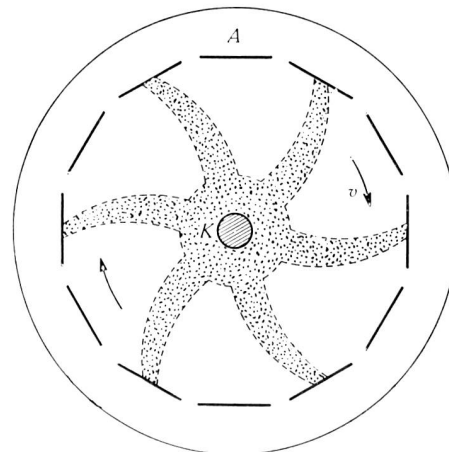

Fig. 4 Schematische Darstellung des Umlaufs der Elektronenwolke als «Elektronenrad» im Magnetron. Das Rad dreht sich mit der Geschwindigkeit v .
zylindrischen Anode (A) und einer konzentrisch angeordneten Kathode (K) (Fig. 2). Zusätzlich zu dem in der Röhre entstehenden elektrischen Feld (E) wird durch einen Permanentmagneten (N-S) ein homogenes magnetisches Feld (B) erzeugt, dessen Kraftlinien parallel zur Achse des Anodenzylinders verlaufen. Durch dieses Magnetfeld wird jedes von der Kathode emittierte Elektron zusätzlich beschleunigt (Fig. 3). Ohne Magnetfeld würde das Elektron wie in einer Diode von K direkt nach A fliegen (I). Bei hoher Anodenspannung U_a und kleinem Magnetfeld B würde sich die Bahn krümmen (II), während bei sehr starkem Feld B die Elektronen auf Zykloidenbahnen um die Kathode zu kreisen beginnen (III). In ihrer Gesamtheit bilden sie dann eine «Elektronenwolke», die sich als Elektronenrad (Fig. 4), mit der Geschwindigkeit $v = k \cdot U_a / B$ um die Kathode dreht. Diese Leitbahnbewegung der Elektronen werden im Magnetron zum Erzeugen von Hochfrequenzschwingungen ausgenutzt.